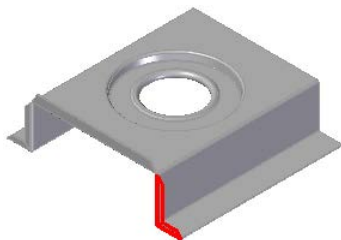

图 8.10.28 镜像特征 1
(5) 定义弯边属性及参数。单击“弯边选项”按钮，取消选中 ☐ 使用默认值* 复选框，在其 **折弯半径 (R)** 文本框中输入值 0.2，并取消选中 ☐ 折弯止裂口 (E) 复选框，单击 **确定** 按钮。
(6) 单击 **完成** 按钮，完成特征的创建。
Step12. 创建图 8.10.28 所示的镜像特征 1。